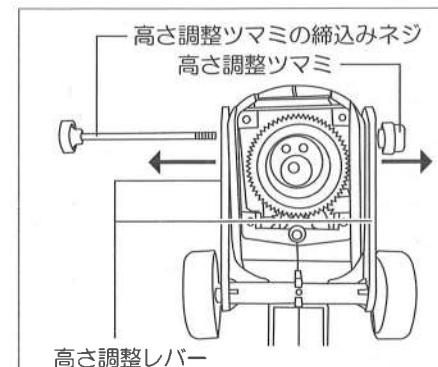

図10
- ①11ページ、ブレード(刃)の取外しを参照して裏蓋とブレード(刃)固定板を外してください。
- ②刈り込み高さ調整ツマミをゆるめて、締めているネジから外してください。
- ③刈り込み高さ調整ツマミの締込みネジを抜き取って、刈り込み高さ調整レバーを自由にしてください。(図10参照)